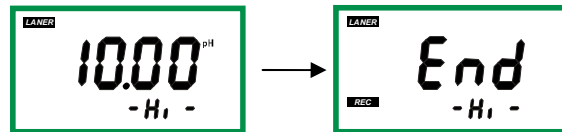

图 7-8
2、按 \leftarrow 键或 \rightarrow 键将数值调至控制所需的数值，然后按 OK 键确认，仪表显示高点控制调节结束。显示如图 7-8 所示：